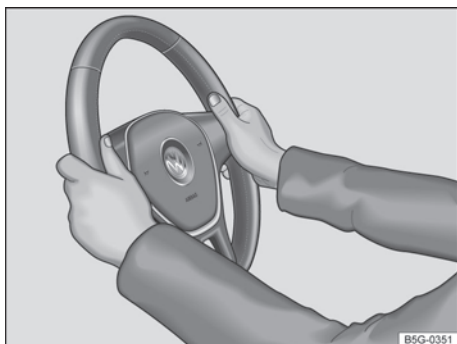

Fig. 63 En el volante: posición 9 y 3 horas.
→ fig. 63 con ambas manos y los brazos ligeramente doblados.
- Durante la conducción, siempre sujete el volante con ambas manos lateralmente en el borde externo en la posición equivalente a las 9h y a las 3h → fig. 63, para reducir las lesiones provocadas por un disparo del airbag frontal del conductor.